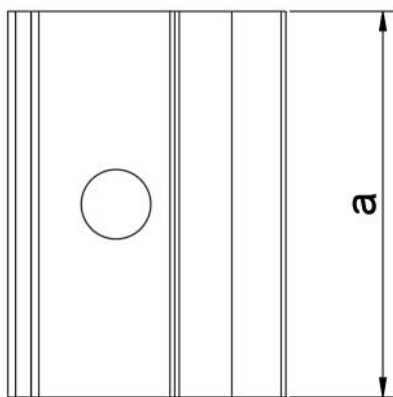
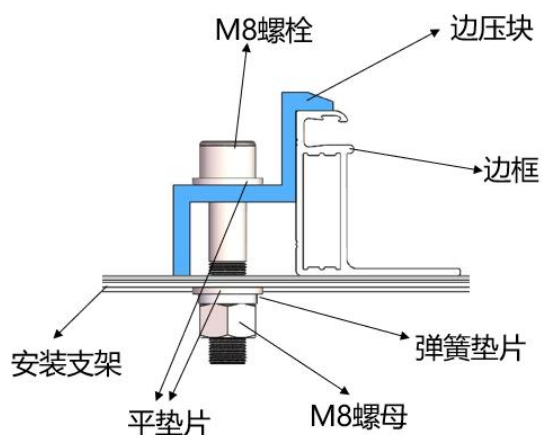
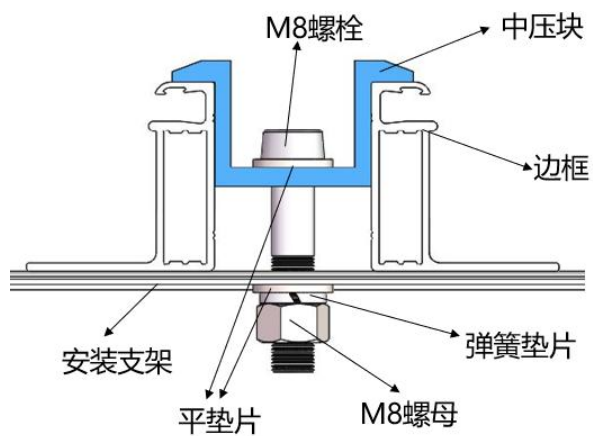

图 7 边压块俯视图
图 11 边压块安装示意图
图 12 中压块安装示意图
- ① 将组件置于两条支架之上（不提供）。支架必须使用不锈钢材料或做过防腐处理（如热镀锌处理）。每块光伏组件至少需要 4 个压块去固定，在安装过程中，请勿让压块直接接触玻璃及让边框变形，否则会导致组件破损。
- ② 务必避免因夹具形成的阴影对组件造成遮挡效应。漏水孔不能被夹具遮挡。
- ③ 支架与组件边框接触的上表面需有一个与 M8 螺栓匹配的凹槽。
- ④ 若支架上无凹槽，则需在上述提到的位置钻一个直径大小合适的孔，以便螺栓固定。
- ⑤ 确保每个压块的安装顺序为平垫圈、弹簧垫圈、螺母。
- ⑥ 图 7~10 为压块示意图, 图 11、图 12 所示为压块安装示意图。压块的尺寸为  $a \geq 50 \text{ mm}$ , 厚度  $\geq 4 \text{ mm}$ , 与边框保持重叠宽度  $d \geq 10 \text{ mm}$ ; 或者  $a \geq 60 \text{ mm}$ , 厚度  $\geq 3 \text{ mm}$ , 与边框保持重叠宽度  $d \geq 8 \text{ mm}$ 。在保证组件可靠安装的前提下可以变更压块截面, 但任何尺寸的压块安装时都不能超出边框接触玻璃。
- ⑦ 2384\*1303mm 及以上尺寸组件仅适用于  $a \geq 60 \text{ mm}$  压块尺寸。
- ⑧ 当螺栓和螺丝为 8.8 等级时, 推荐收紧扭矩为  $17 \sim 23 \text{ N} \cdot \text{m}$ 。